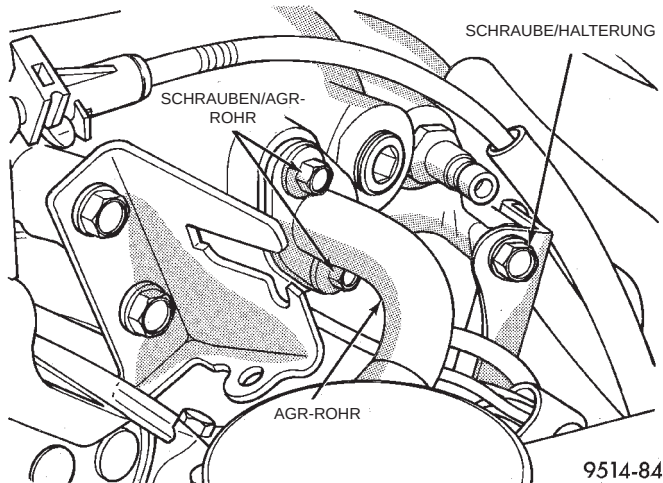
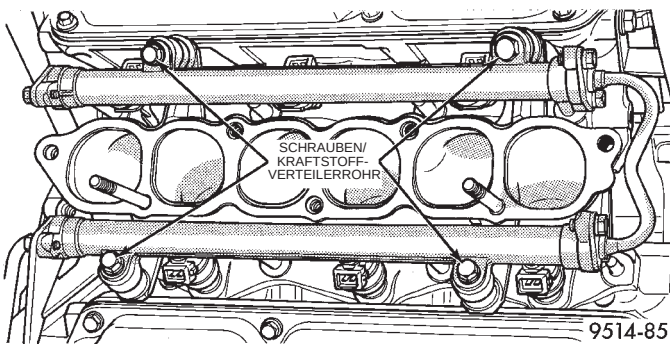

Abb. 33 AGR-Rohr und rechte Schraube der Ansaugluftsammler-Halterung
Abb. 34 Befestigung/Kraftstoffverteilerrohr
(13) Das AGR-Rohr vom Ansaugluftsammler demontieren (Abb. 33).
(14) Die Schraube der Ansaugluftsammler-Halterung hinter dem AGR-Rohr herausdrehen (Abb. 33).
(15) Die 7 Schrauben herausdrehen, mit denen das Oberteil des Ansaugluftsammlers befestigt ist, dann den Ansaugluftsammler abnehmen.
(16) Die Steckverbinder von den Einspritzventilen abziehen.
(17) Die 4 Schrauben herausdrehen, mit denen das Kraftstoffverteilerrohr befestigt ist (Abb. 34).